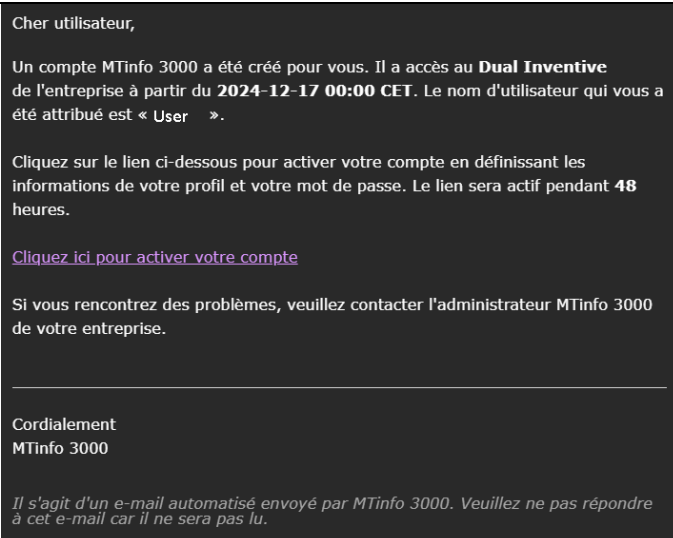

Figure 27 E-mail d'activation du nouvel utilisateur
1. Le nouvel utilisateur reçoit alors un **e-mail d'activation** avec un lien d'activation de compte (voir Figure 27). Ce lien ouvre la page **Configuration du compte** (voir Figure 28)